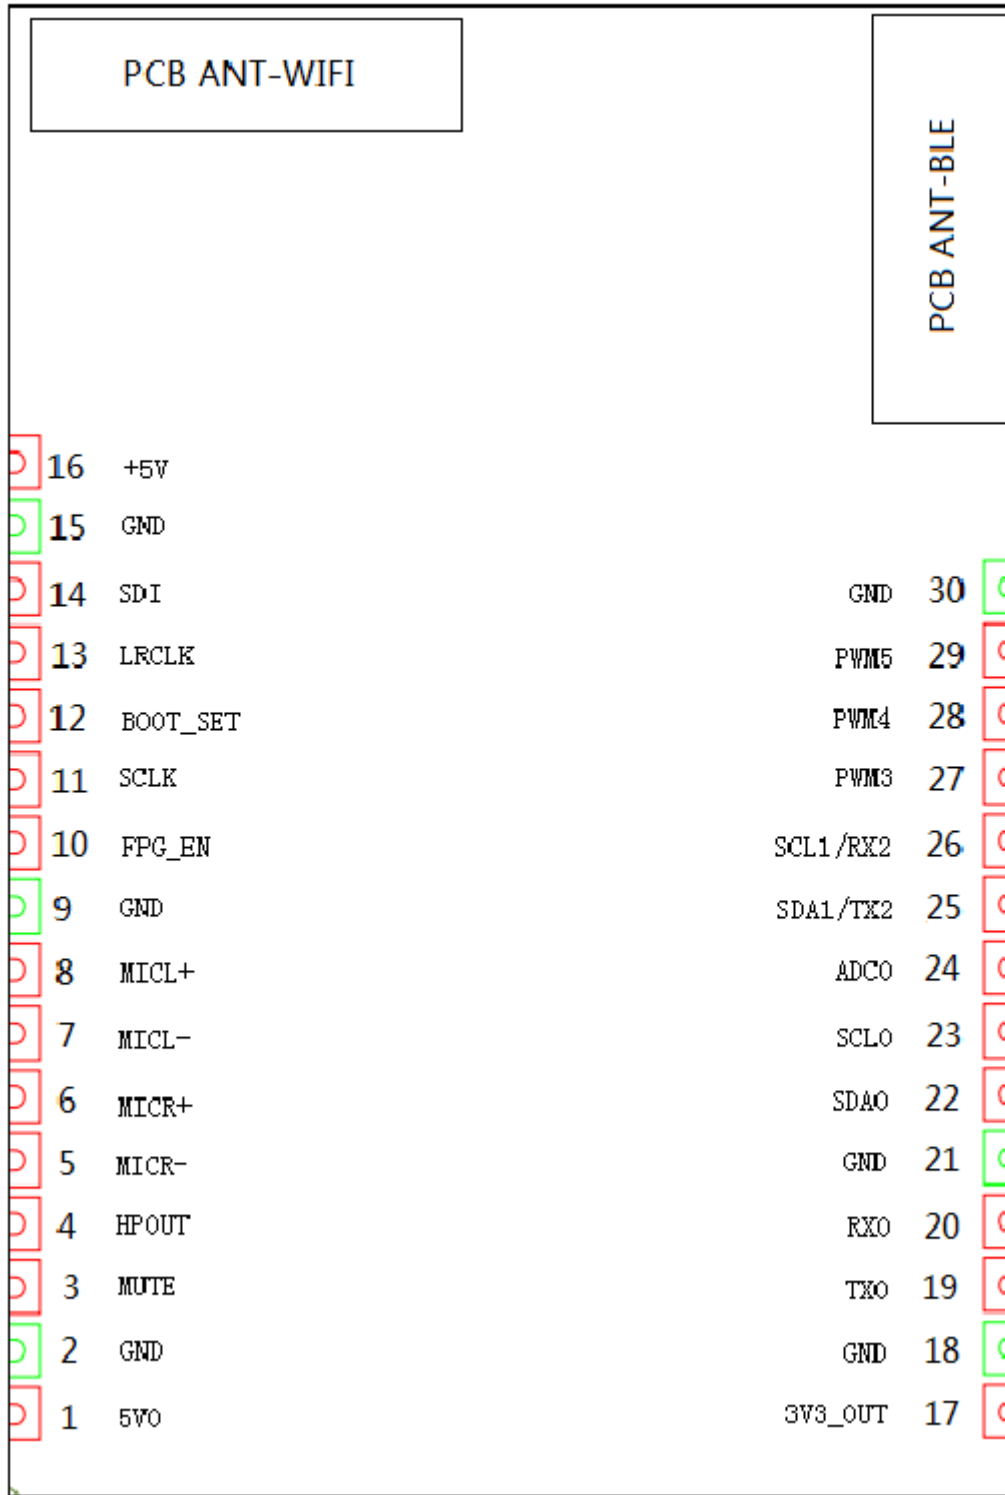

图6 模块引脚定义图
如图6所示，本模块有以下功能接口：
4. UART、IIC、PWM接口，各接口具体位置请参考图6，模块与所搭载底板的通讯功能接口，每一个通讯口均可配置为GPIO口；
5. IIS接口，接口位置请参考图6，模块的IIS输入/输出接口，可通过模块外部接入的IIS信号实现AEC应用。每个IIS信号接口也可配置为GPIO口；